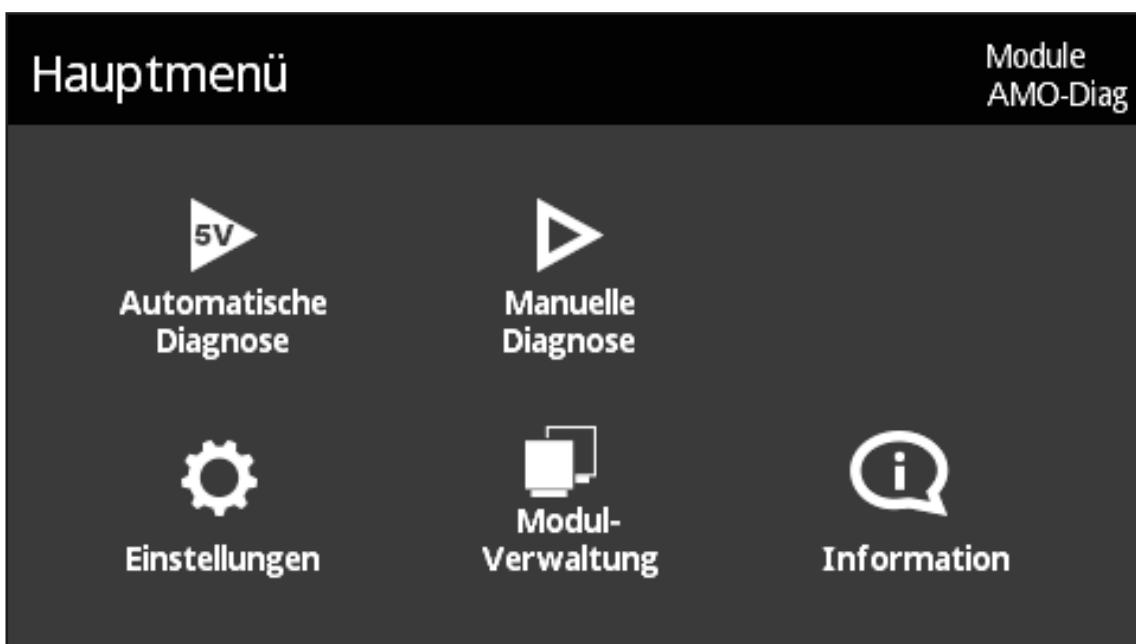

Abbildung 6. Hauptmenü
- 720 (Teilstriche) \times 32-facher Vervielfachung = 23040 Signalperioden, dieser Wert müsste in der PWT wie in Abbildung 6 zu sehen ist, eingetragen werden.